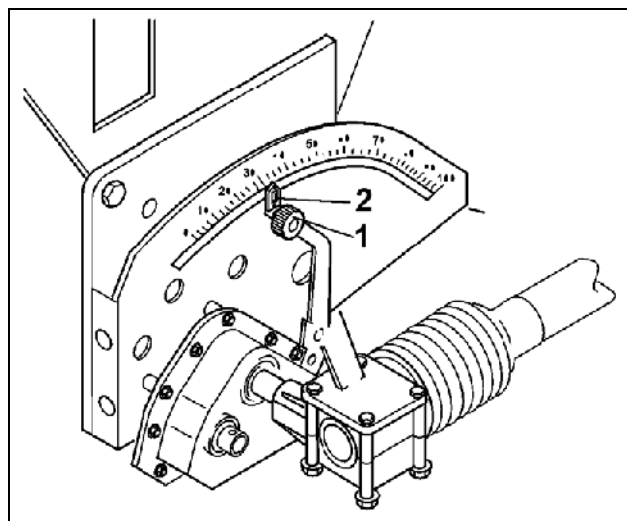

Fig. 82
- Låseknappen (Fig. 82/1) på gearhåndtaget løsnes.
- Viseren på gearhåndtaget (Fig. 82/2) skubbes hen på én af følgende indstillinger:
- Låseknappen (Fig. 82/1) aktiveres.